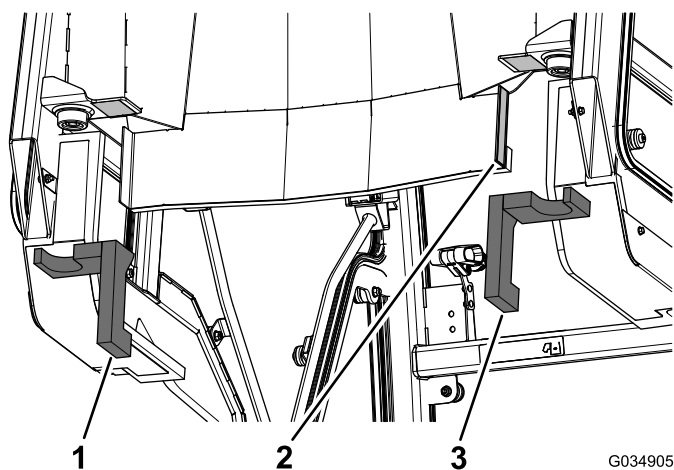

Bild 14
- Entfernen Sie das Trägermaterial aus Papier vom doppelseitigen Band hinten an der Kabine (Bild 14).
- Bringen Sie die linken und rechten Schaumstoffdichtungen hinten an der Kabine an (Bild 14).